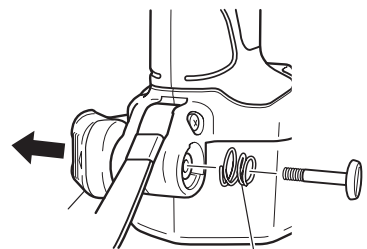

Fig. 7 Resorte
- (b) Saque el gancho y el resorte. (Fig. 7)